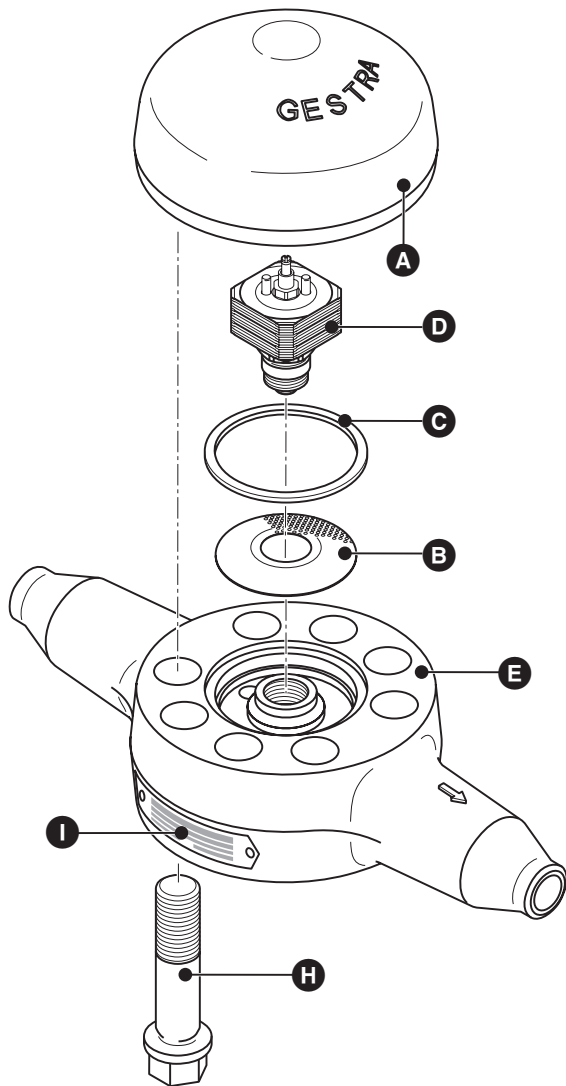

Fig. 3
1. Szerelje le az **A** fedelet az **E** házról. **Fig., 2, Fig.3**